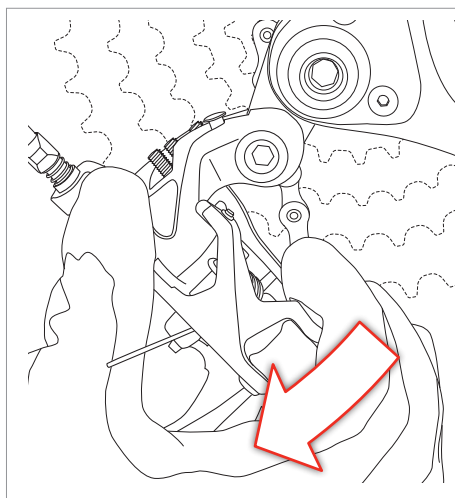
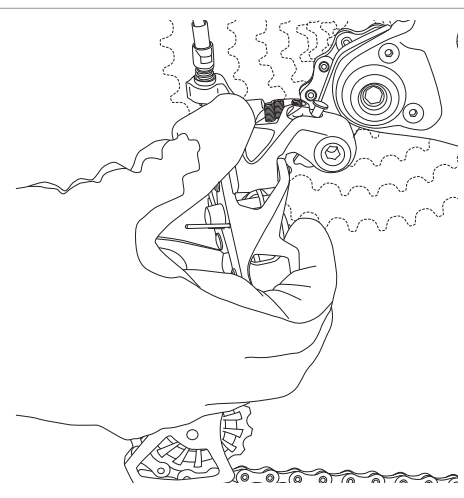

Fig.1
Fig.2
- Fate ruotare il cambio in senso orario (Fig.1), fino a farlo bloccare in posizione arretrata (Fig.2). Il pulsante di blocco del bilanciere scatterà automaticamente. Ora potete seguire la procedura di smontaggio della ruota posteriore.
- Per rimuovere le rotelline, svitate le viti (Fig. 1) con una chiave a brugola da 3 mm.
Nella parte superiore va montata la rotellina (Fig. 1) stampigliata "UPPER", nella parte inferiore va montata la rotellina (Fig. 1) stampigliata "LOWER".